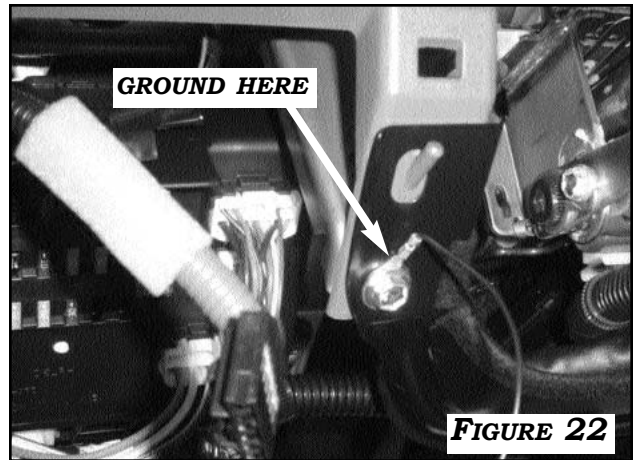

FIGURE 22
2. ROUTE THE GROUND HARNESS ALONG THE FACTORY HARNESS TO THE 10MM BOLT AS SHOWN IN **FIGURE 22**. REMOVE THE 10MM BOLT AND INSTALL THE RING TERMINAL FROM THE **BLACK** CRUISE GROUND HARNESS. **SECURE THE HARNESS WITH WIRE TIES AS SHOWN**.